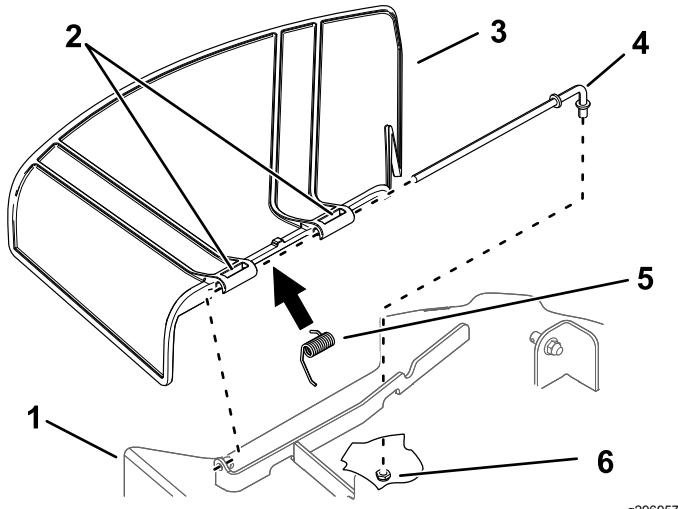

Figura 75
1. Togliete il dado ($\frac{3}{8}$ ") dall'asta sottostante il tosaerba (Figura 75).
2. Estraete l'asta dalla staffa del piatto di taglio, dalla molla e dal deflettore dell'erba (Figura 75).
4. Montate il deflettore dell'erba tagliata nuovo (Figura 75).
7. Fate scorrere l'asta attraverso il secondo perno del deflettore dell'erba (Figura 75).
9. Fissate l'estremità posteriore dell'asta nel tosaerba con un dado (3/8"), come mostrato in Figura 75.